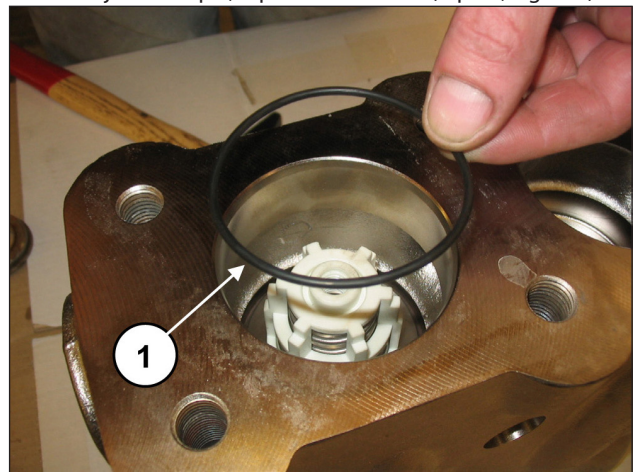

Fig. 121
Insérer le joint torique, rep. vue éclatée 19 (rep. ①, Fig. 121).